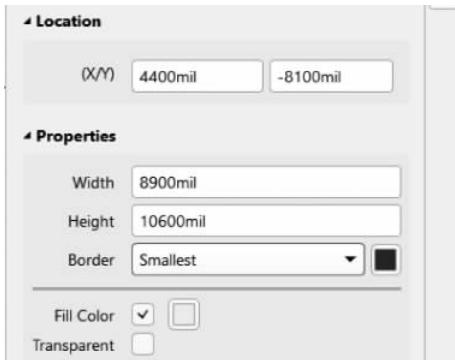

图 3-9 矩形属性编辑面板
- (1) 执行菜单栏中“放置”→“矩形”命令,或单击工具栏中的“放置矩形”按钮  ,光标变成十字形状,并带有一个矩形图标。
- (2) 将光标移到要放置矩形的位置,单击鼠标左键确定矩形的一个顶点,移动光标到合适的位置再一次单击确定其对角顶点,从而完成矩形的绘制。
- (3) 此时软件仍处于绘制矩形的状态,重复步骤(2)的操作即可绘制其他的矩形。
- (4) 设置矩形属性。双击需要设置属性的矩形(或在绘制状态下按 Tab 键),系统将弹出相应的矩形属性编辑面板,如图 3-9 所示。